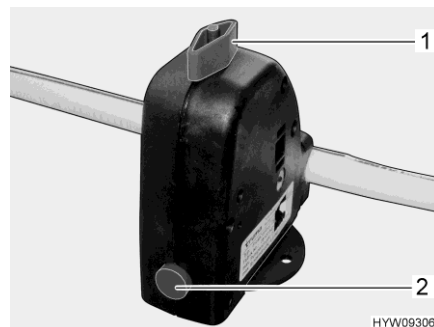

Bild 112 Sicherheits-/Ablassventil (Boiler)
Der Boiler ist mit einem Sicherheits-/Ablassventil (Bild 112) ausgestattet. Das Sicherheits-/Ablassventil verhindert, dass das Wasser im Boiler einfriert, wenn bei Frost die Heizung nicht eingeschaltet ist.
- Sicherheits-/Ablassventil schließen. Dazu den Drehknopf (Bild 112,1) quer zum Sicherheits-/Ablassventil drehen und den Druckknopf (Bild 112,2) hineindrücken.
- Sicherheits-/Ablassventil öffnen. Dazu den Drehknopf (Bild 112,1) längs zum Sicherheits-/Ablassventil drehen. Der Druckknopf (Bild 112,2) springt heraus. Der Boiler wird über das Sicherheits-/Ablassventil nach außen entleert.